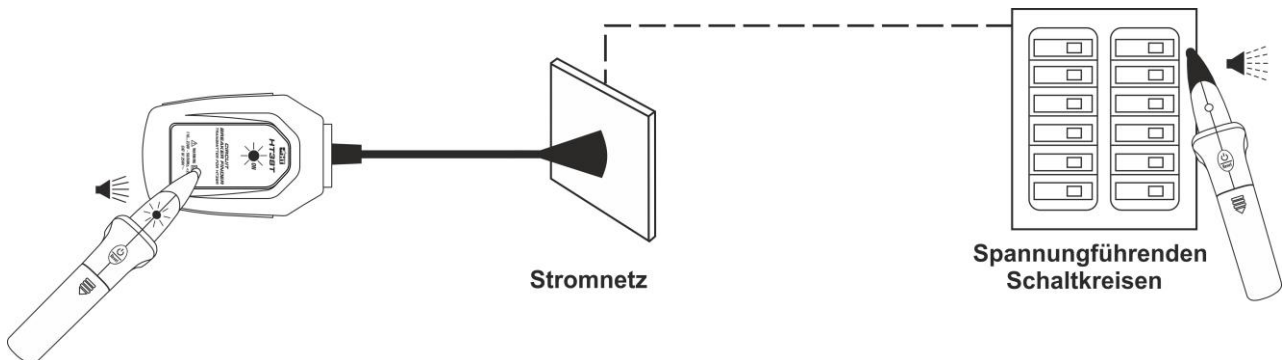

Abb. 3: Anschluss des Senders mit dem zu messenden Kreis
2. Verbinden Sie den Sender mit dem Stromnetz durch den integrierten Stecker. Die LED ON des Signalgebers (siehe Abb. 2 – Teil 2) schaltet sich ein und der Signalgeber generiert automatisch ein Signal in den zu messenden Kreis (siehe Abb. 3).
3. Bringen Sie die „Nase“ des Empfängers in die Nähe des Senders (siehe Abb. 3) und stellen Sie sicher, dass der Summer ununterbrochen summt (), sowie die grüne LED (siehe Abb. 1 – Teil 3) eingeschaltet und die rote LED (siehe Abb. 1 – Teil 2) ausgeschaltet ist, um anzugeben, dass das Signal festgestellt wurde.
4. Bewegen Sie sich mit dem Empfänger neben den spannungsführenden Schaltkreisen in die Richtung, in der der intermittierende Ton des Empfängers schneller wird, um anzugeben, dass die zu messende Quelle in der Nähe ist. (siehe Abb. 3).